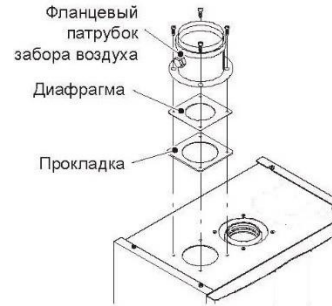
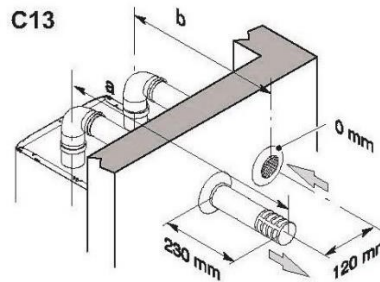

Рисунок 5.9
Рисунок 5.10
**Комплект раздвоенных воздухозаборных и дымоотводных трубопроводов  $\varnothing$  80 мм (Рисунок 5.9 - Рисунок 5.10) - (Рисунок 5.11)**
Этот комплект позволяет разделить воздухозаборные и дымоотводные трубопроводы. Отводящие патрубки можно подсоединить к соответствующим специально спроектированным дымоходам или отводить дым и производить забор воздуха непосредственно через стену. **Примечание:** если котел укомплектован раздвоенным комплектом дымоотвода, между котлом и патрубком забора воздуха необходимо вставить диафрагму. Диафрагма поставляется вместе с раздвоенным комплектом дымоотвода  $\varnothing$  80 мм (Рисунок 5.9).